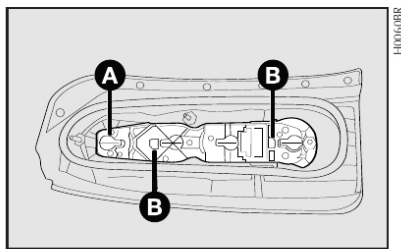

fig. 27
- 3) retirar o conjunto de lâmpadas removendo **A** atuando nas travas **B-fig. 27**;